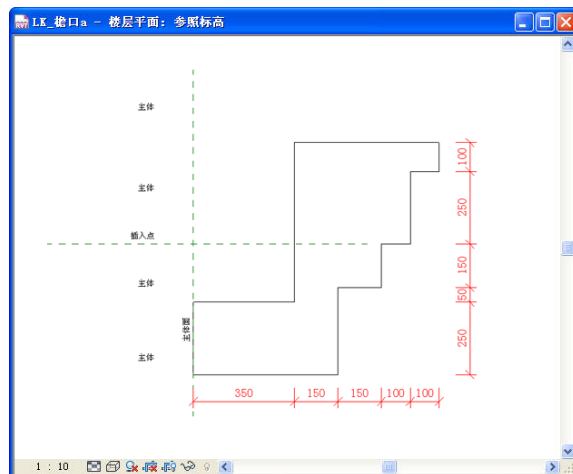

图 5-7
- 7) 重复步骤 2，以“公制轮廓-主体.rft”为模板新建轮廓族，在打开的族文件中，通过直线命令，绘制闭合轮廓，完成后，保存为族文件“LK\_檐口 a”，然后单击“载入到项目中”，将其直接载入项目“15\_入口设计”（如图 5-7 所示）。